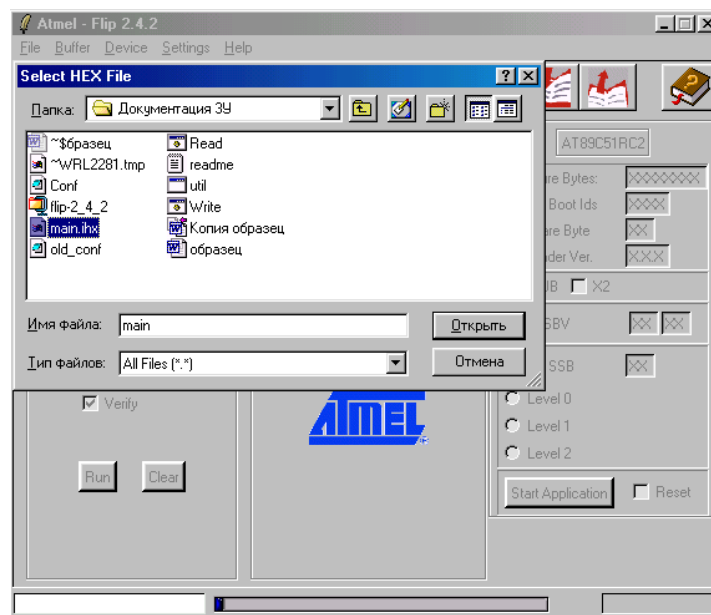

Рисунок 3.
- 11) Загрузите HEX файл (**File**→**Load HEX File**) рисунок 3.